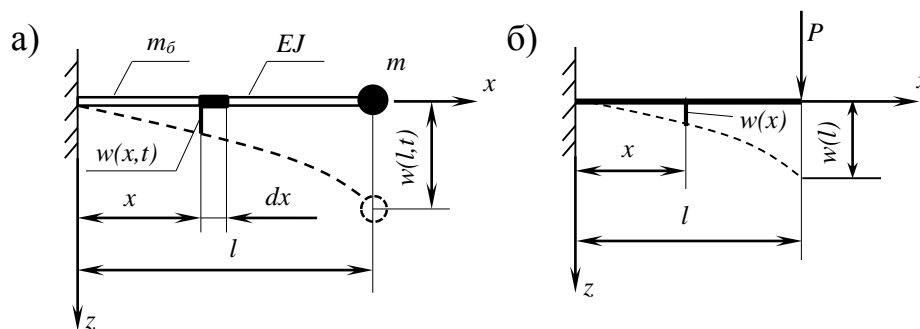

Рисунок 1 – Консольная балка с грузом
*Задача.* Рассмотреть колебания призматической консольной балки с закрепленным на конце грузом массой  $m$ . Масса самой балки –  $m_0$ , жесткость –  $EJ$ . Принять форму изгиба балки, как при нагружении сосредоточенной силой  $P$  (рисунок 1).